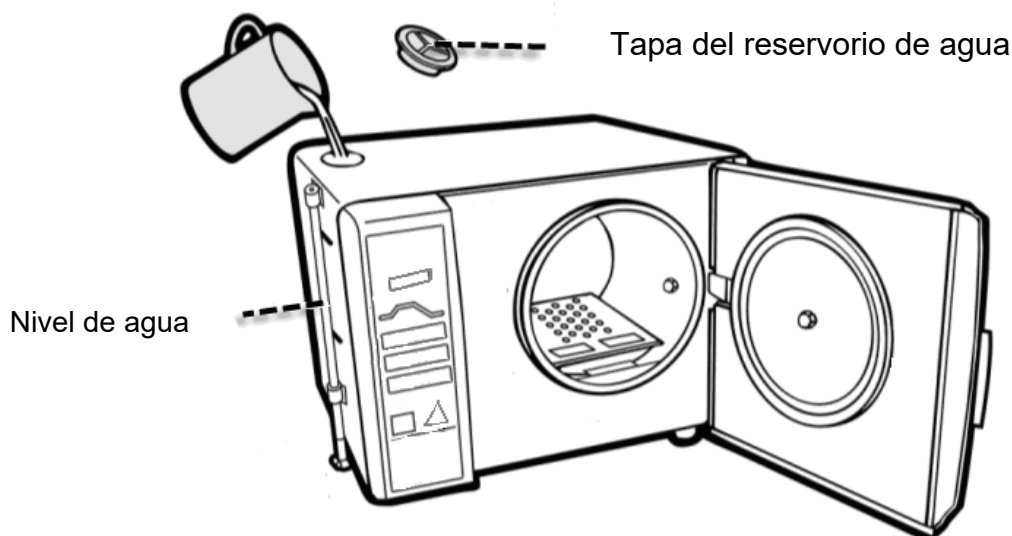

Figura 26
- A. Abra la tapa del reservorio de agua; vierta el agua destilada en el reservorio de agua según se indica en la Figura 26.